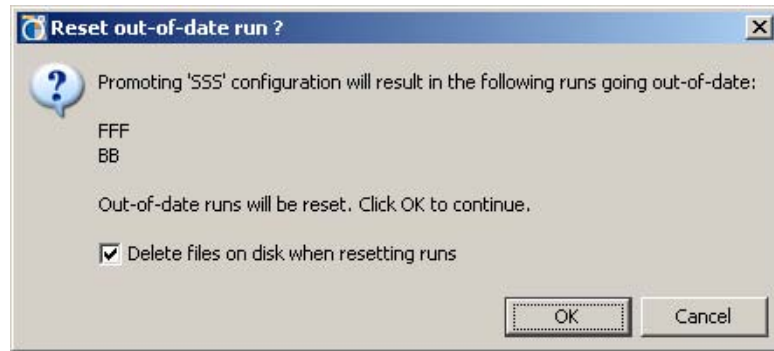

図 4-31 : 古いコンフィギュレーションのリセット
- コンフィギュレーションをプロモートまたはリセットすると、ほかのコンフィギュレーションも影響を受けることがあります。この場合、PlanAhead ソフトウェアで警告が表示されます (73 ページの図 4-31)。